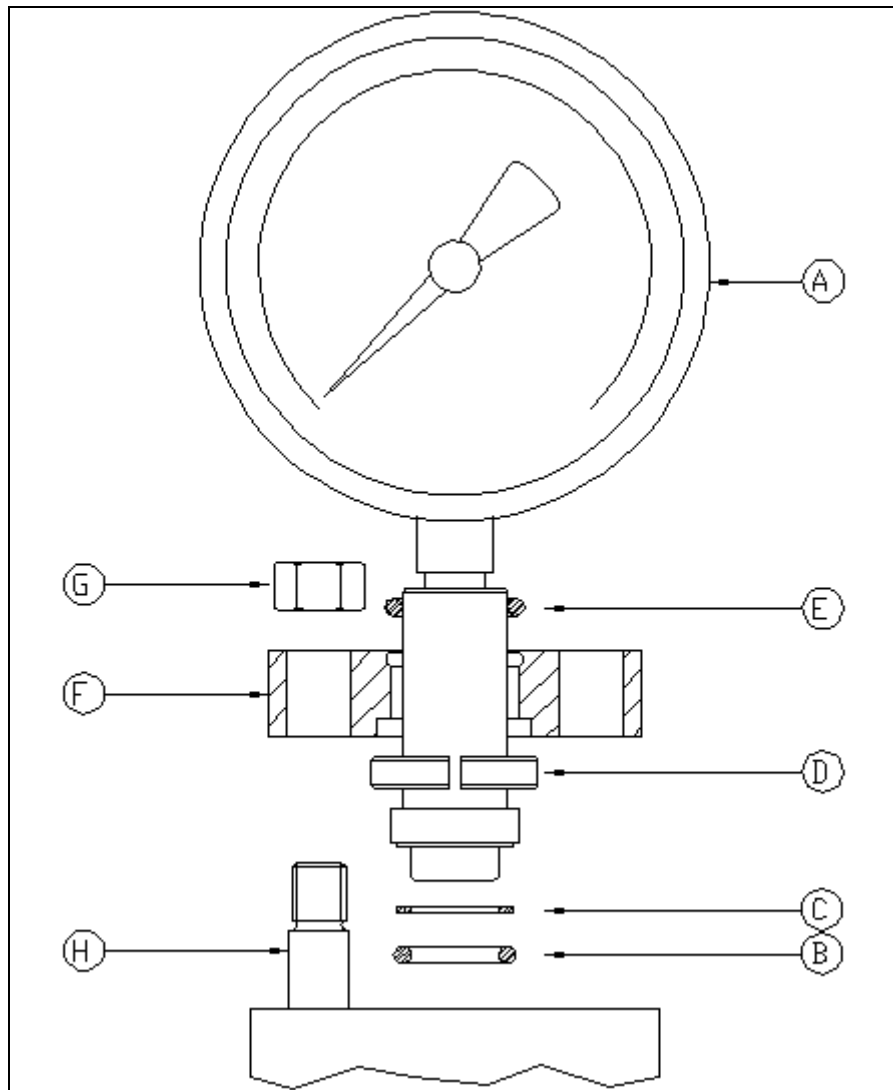

ABBILDUNG 4.6.2
Siehe Abbildung 4.6.2. Um den Druckmesser (oder den Druckmesser mit Signalübertragung, oder Druckmesswertgeber) auszubauen, die Muttern (G) abschrauben und den Druckmesser mit dem Flansch (F) herausnehmen.
Für den Einbau wie folgt vorgehen (Abbildung 4.6.2 oder 4.6.3):